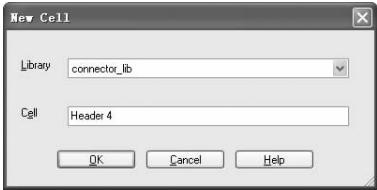

图 2-109 “New Cell” 对话框
9. 选择菜单栏中的“File”→“New”→“Cell”命令，或单击“Cell（元件）”工具栏中的“New Cell（新建元件）”按钮，弹出如图2-109所示对话框。